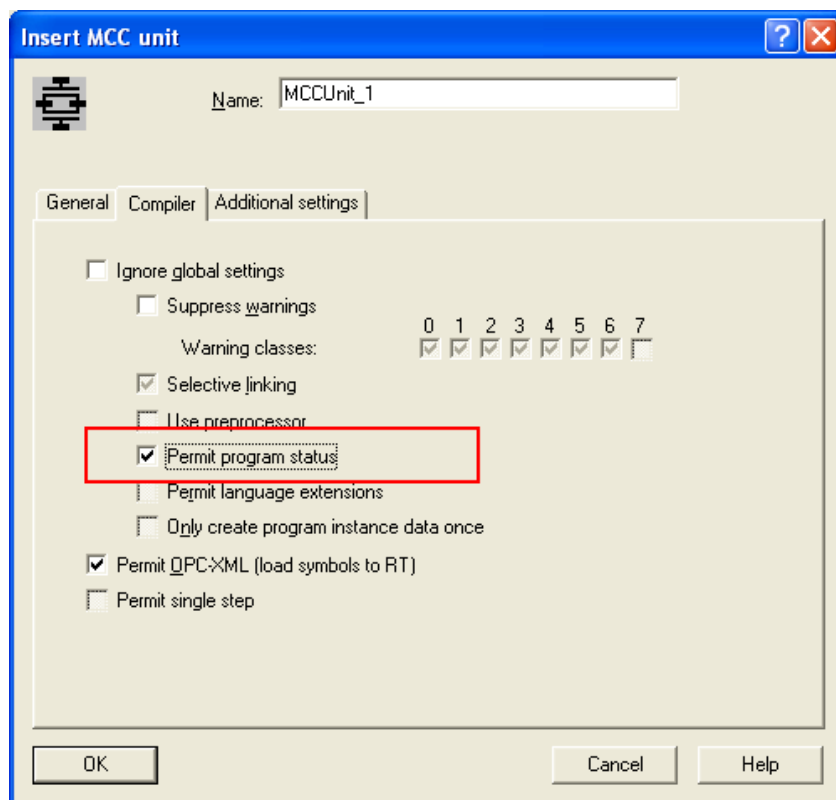

图 5.1 修改编译选项
1. 插入一个新的 MCC Unit，在 Compiler 标签页对编译器进行设置，如勾选 Permit program status 复选框则可以监控程序的运行状态。如图 5.1 所示。